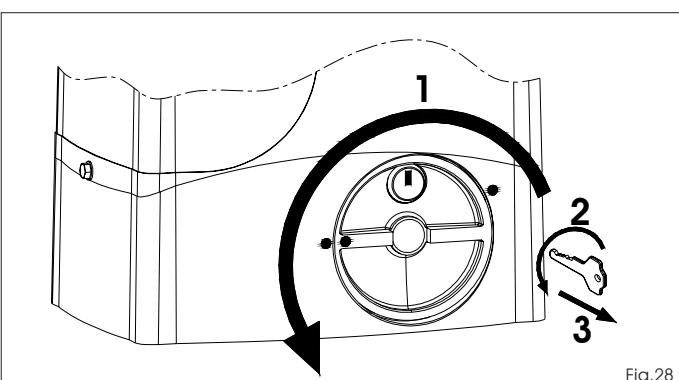

Fig.28
- 1) Ruotare il sistema di sblocco in senso orario sino al suo arresto, Fig.28 rif.1.
- 2) Ruotare la chiave in senso antiorario ed estrarla dalla serratura, Fig.28 rif.2 e 3.